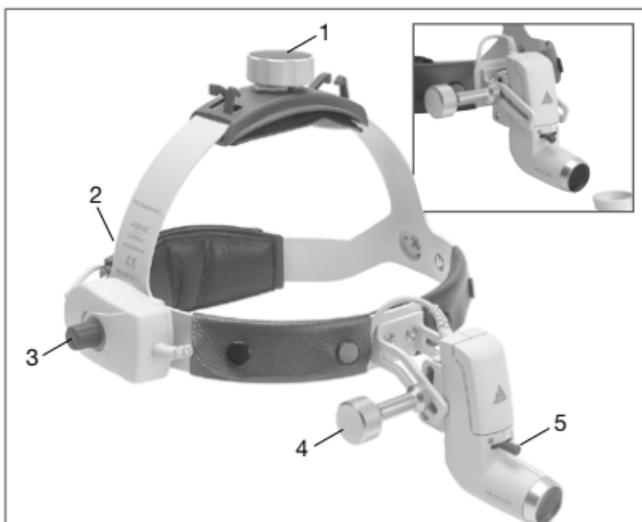

Abb. 2 Kopfband Professional L (s. große Abb.)
Anpassung des **Kopfbands Professional L** (s. Abb. 2): Zur Anpassung an den Kopfumfang lässt sich das Kopfband durch Drehen der Drehräder oben (1) und hinten (2) erweitern oder verengen.
### Einstellen der Leuchtrichtung und des Leuchtfeldes (s. Abb. 2)